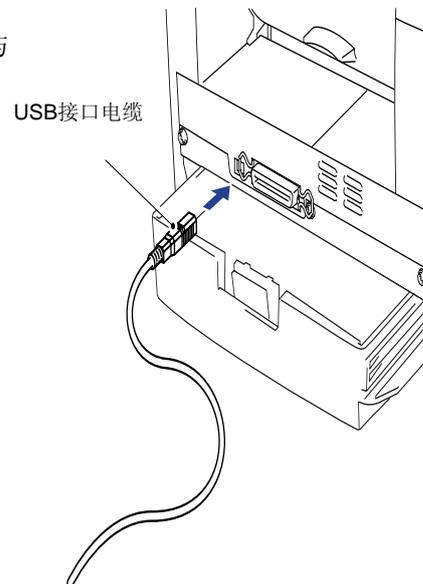

图 2-2
- (1) 检查打印机电源是否关闭；
- (2) 将连接**USB**接口电缆到计算机上，然后与打印机连接 (图 2-2)错误！未定义书签。